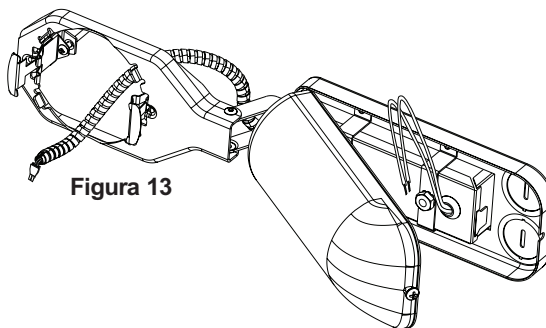

Figura 13
Paso 2. Quite la tapa del compartimiento de alambrado. Quite el/los troquel(es) apropiados para acomodar el tipo de suministro eléctrico que se está usando (Figura 13):
Paso 3. Pele el alambre de suministro 3/8" e inserte cada alambre de suministro en el conector correspondiente. Conecte el alambre negro del accesorio al caliente, el alambre blanco del accesorio al neutral y el alambre verde del accesorio a tierra. (Figura 13).